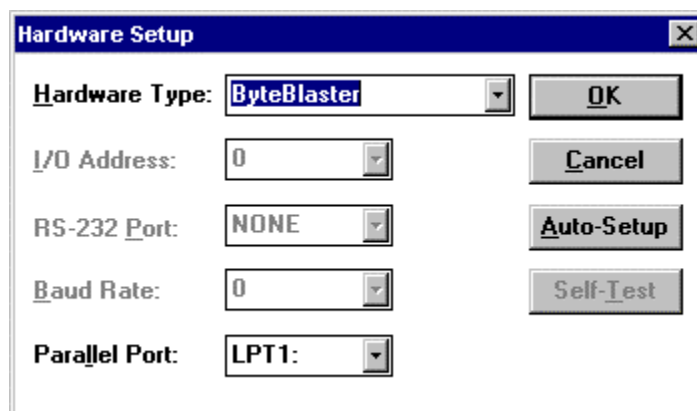

Figura 38
15.3.4 Escolher a função *Hardware Setup* no menu *Options*. (Figura 38).